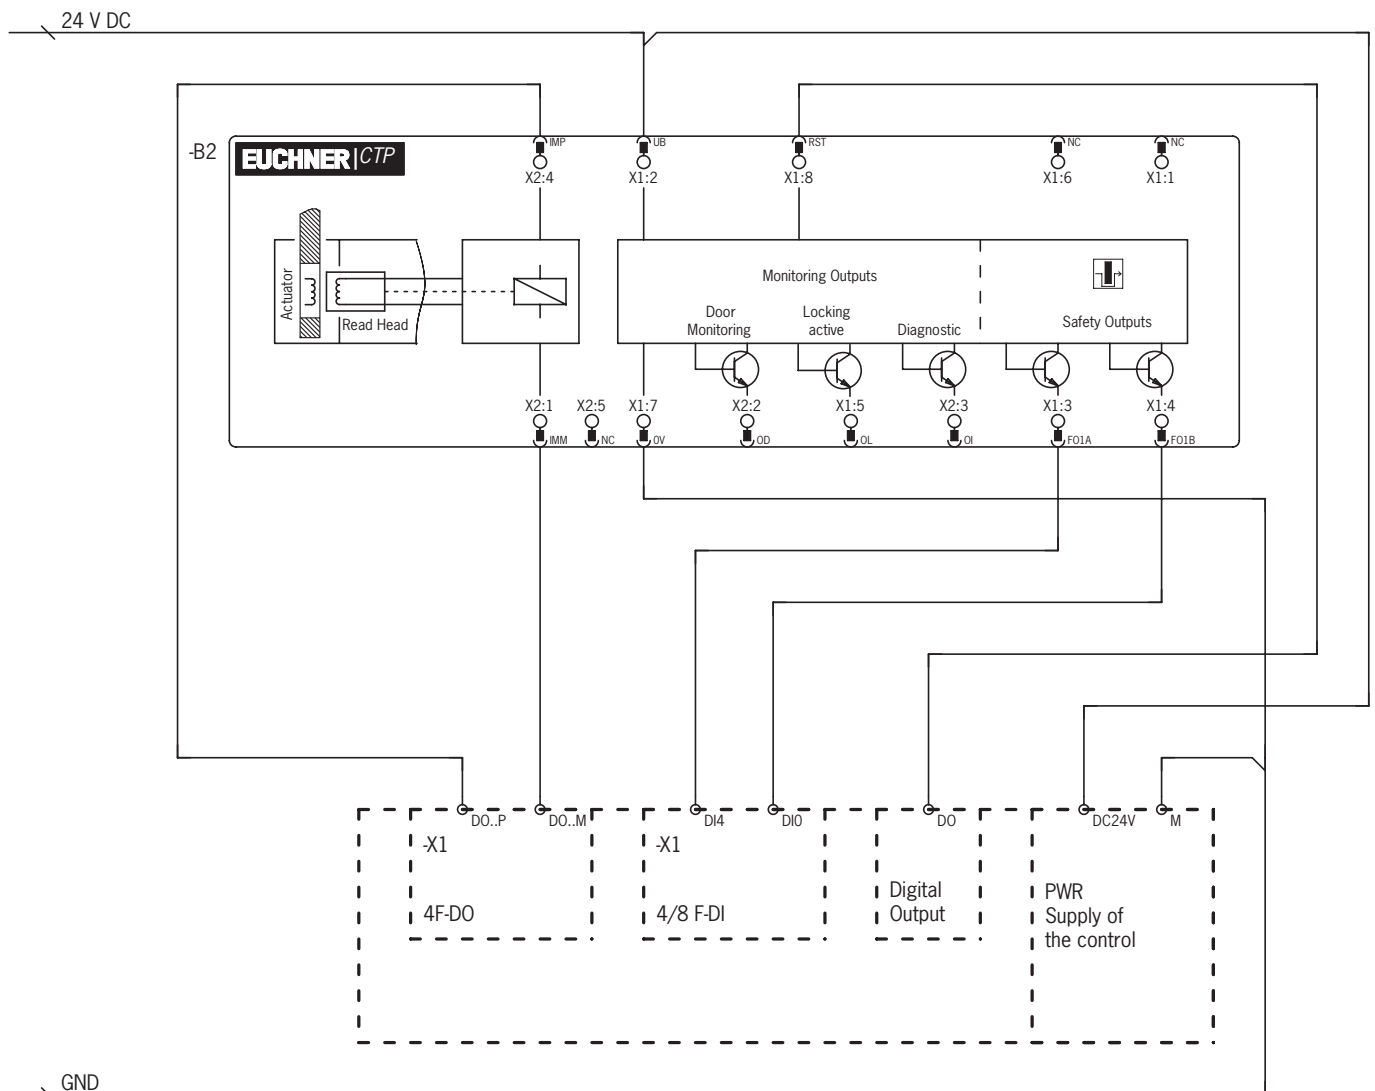

Bild 4: Anschlussbeispiel für den Anschluss an ET200
- Bei einer zweikanaligen Ansteuerung der Magnetspannung durch sichere Ausgänge einer Steuerung sind folgende Punkte zu beachten (siehe auch *Bild 4 auf Seite 20*):